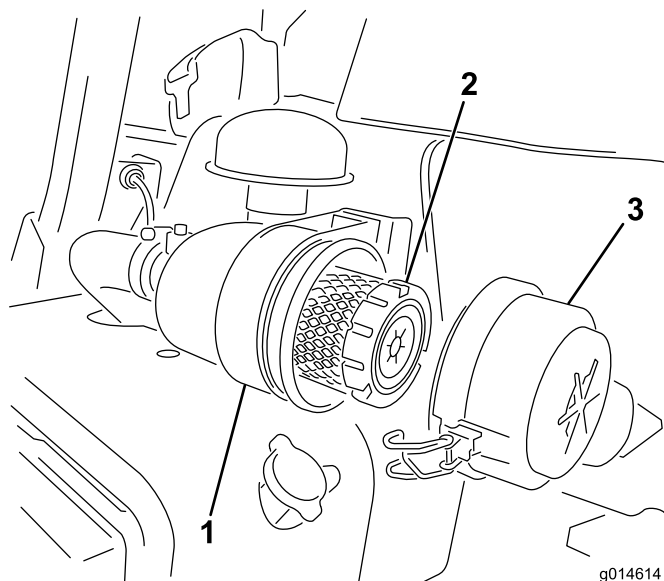

Figure 41
- Desserrez les fixations qui maintiennent le couvercle sur le corps du filtre à air (Figure 41).
- Fermez les verrous (Figure 41).